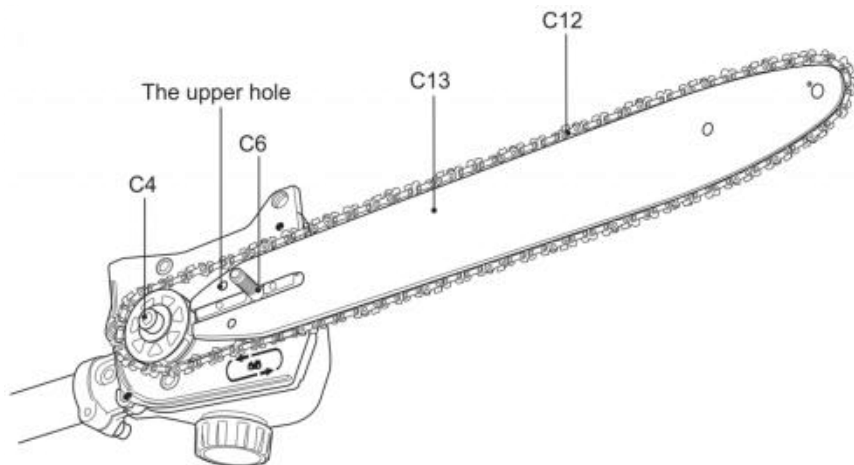

Fig. 10
6) Lijn de zaagketting (C12) en de geleiderail (C13) uit met het aandrijftandwiel (C4) en de bevestigingsbout (C6). Leg de zaagketting (C12) om het aandrijftandwiel (C4) en laat vervolgens de geleiderail (C13) zakken om deze op de bevestigingsbout (C6) te monteren. Zorg ervoor dat de spanpen in het bovenste gat van de geleiderail (C13) is gestoken. (Afb. 10)